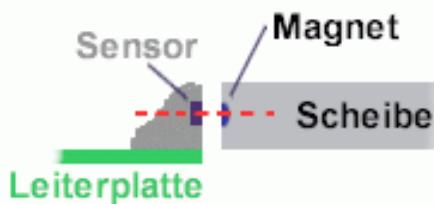

Abbildung 4 Korrekte Ausrichtung von Magnetrings und Sensor.
- Dabei darauf achten, dass sich die Magnete in dem Magnetring auf Höhe des Sensors befindet, siehe Abbildung 4 auf der nächsten Seite.